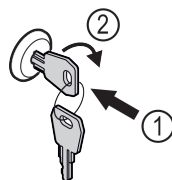

Fig. 102
- ▶ Schlüssel hineindrücken Fig. 102 (1).
- ▶ Schlüssel um 90° im Uhrzeigersinn drehen Fig. 102 (2).